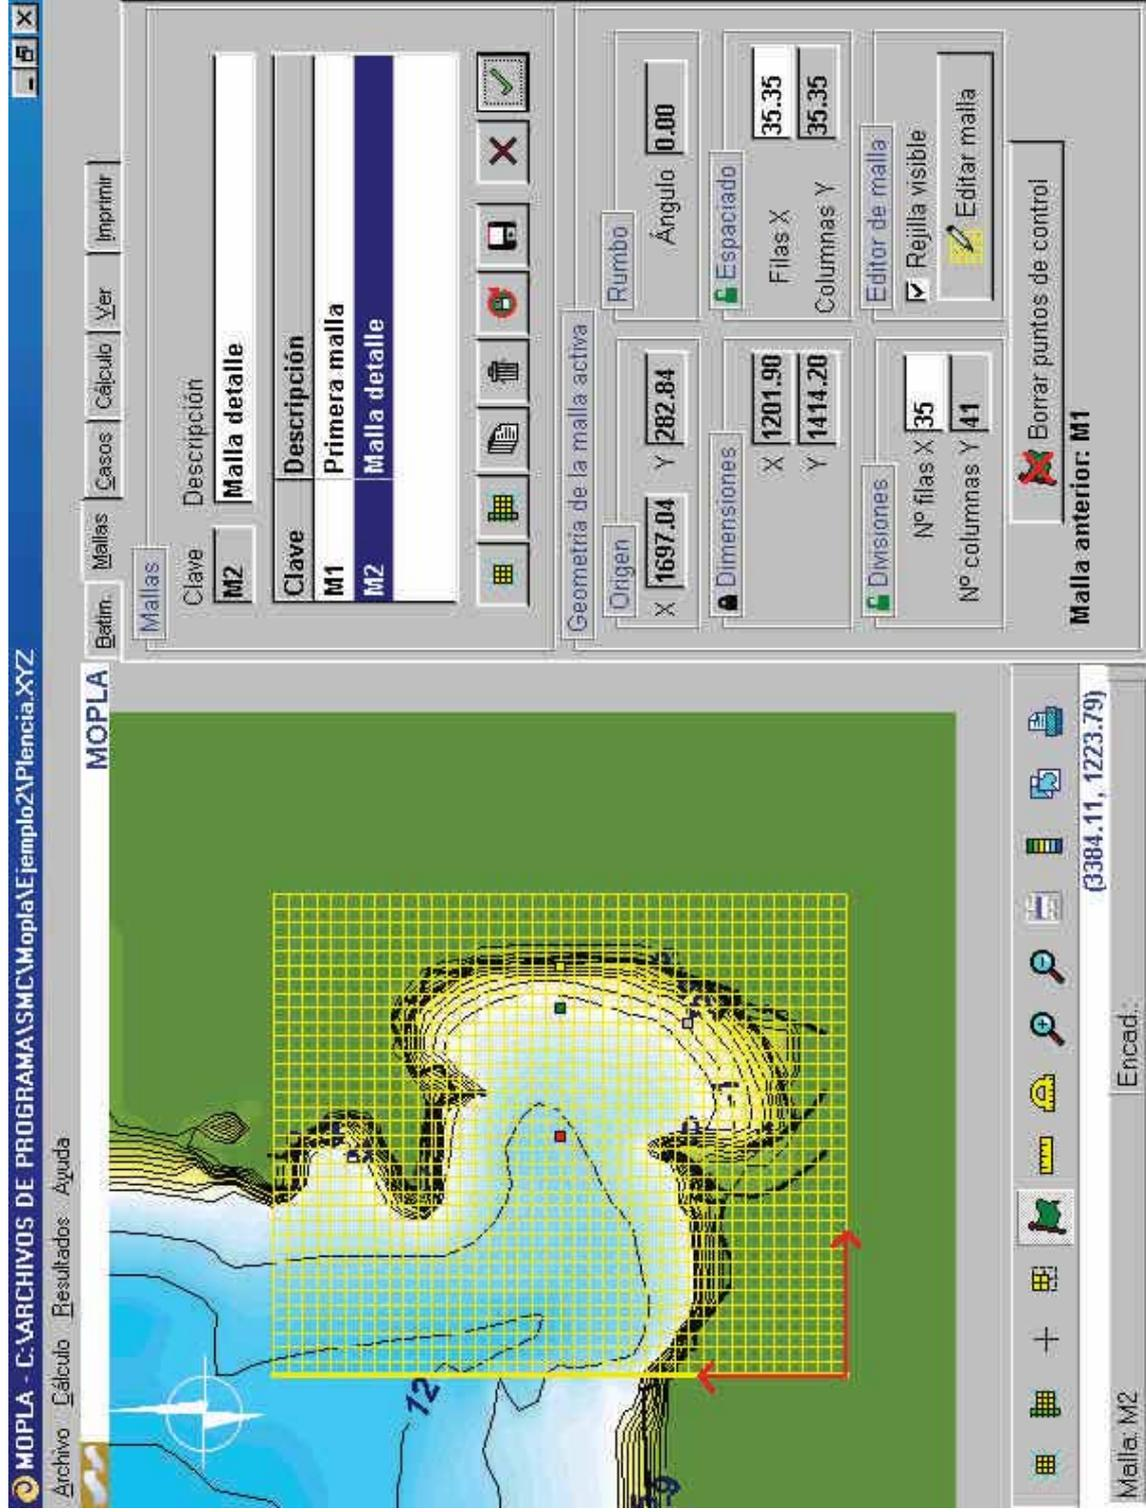

Figura 5.55
- Pulsando bajo la pantalla gráfica el botón de “Añadir/quitar puntos de control”, localizamos los cuatro puntos de control de corrientes que se muestran en la figura 5.55.